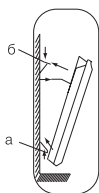

Рис. 6
- закрепить прибор на кронштейне необходимо следующим образом (рис. 6):
нижнюю часть конвектора при помощи специальных отверстий, расположенных в нижней части конвектора (рис. 6, а);
- наденьте верхнюю часть конвектора на кронштейн, зафиксировав его при помощи защелок на кронштейне (рис. 6, б);